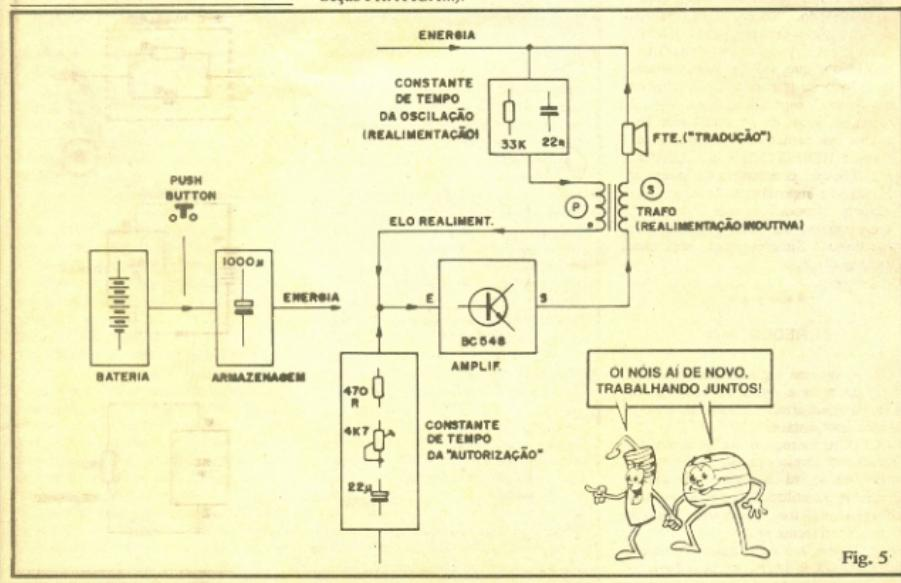

Fig. 5
- FIG. 5 - O transistor BC548, como único componente "ativo" do circuito, constitui um bloco amplificador (na verdade, a única coisa que um transistor sabe é pode fazer, é isso: amplificar...) à cuja saída está acoplado o alto-falante, em série com o enrolamento secundário do pequeno transformador (notar que não é essa a maneira convencional de se acoplar um transformador de saída, e nisso reside toda a criatividade do circuito!). Qualquer sinal elétrico enviado ao alto-falante, assim, "passa" pelo dito secundário do trafo. Essa "passagem", pelo fenômeno da indução, gera um sinal no enrolamento primário, o qual é novamente aplicado à entrada do amplificador mono-transistor! Temos, então, o chamado "ciclo de realimentação indutiva", ou seja: através do transformador, uma parte do sinal amplificado de saída do transistor retorna à sua entrada. A partir daí, esse bloco passa a funcionar como "um cachorro tentando morder o próprio rabo" (para quem já viu, o pobre bichinho fica girando, girando, até perceber a tonice do que está fazendo...), ou seja: entra em oscilação, repetindo continuamente os sinais gerados, enquanto houver energia no sistema! Uma rede R-C (resistor/capacitor) paralela, formada pelo resistor de 33K e capacitor de 22n, através da sua inerente constante de